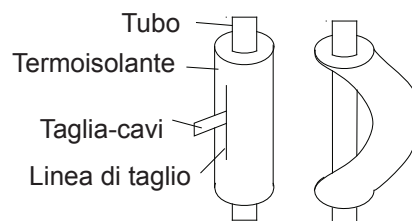

Fig. 15
- (2). Non piegare i tubi con un'angolazione superiore a 90°.
- (3). I tubi non devono essere curvati o allungati ripetutamente, altrimenti il materiale potrebbe indurirsi e non consentire ulteriori piegature o allungamenti. Non piegare o allungare i tubi più di tre volte.
- (4). Quando si piega il tubo, non ripiegarlo sullo stesso punto, altrimenti si spezza. In tal caso, tagliare il tubo termoisolante con un tagliacavi affilato come illustrato in Fig. 15 e piegare dopo aver scoperto il tubo. Dopo aver eseguito la piegatura secondo necessità, assicurarsi di riposizionare il tubo isolante sul tubo e fissarlo con del nastro adesivo.
Per stringere il dado svasato in modo corretto, afferrare la chiave dinamometrica dall'impugnatura mantenendola nella giusta angolazione rispetto al tubo, come illustrato in Fig. 15.